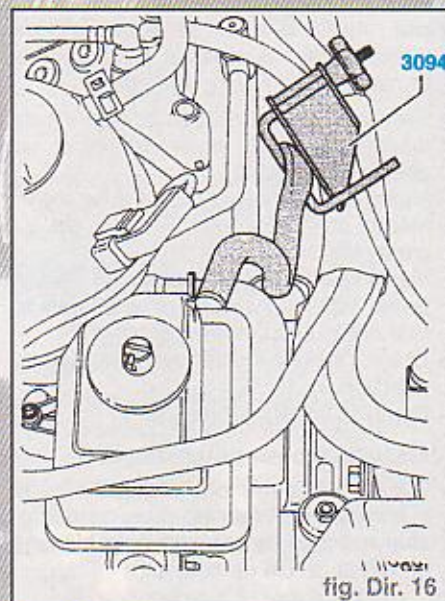

fig. Dir. 16
- Étrangler le flexible venant du réservoir à l'aide d'une pince pour flexibles 3094 (fig. Dir. 16).
- Étrangler la conduite de retour à l'aide de la pince pour flexible **3094** (fig. Dir. 16).